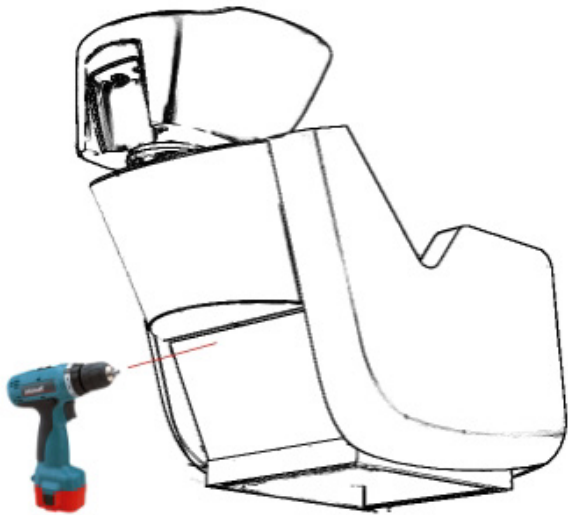

Fig.1
- Après avoir correctement positionné le dispositif de lavage, retirer le capot arrière en aluminium, sortir le câble biprise du boîtier de commande alimentant le moteur électrique du repose-jambes et brancher ce câble à la prise de courant prévue à cet effet (fig.1 -2) GAMMA & BROSS spa - Via Mazzini, 62/E - 46043 CASTIGLIONE DELLE STIVIERE (MN)